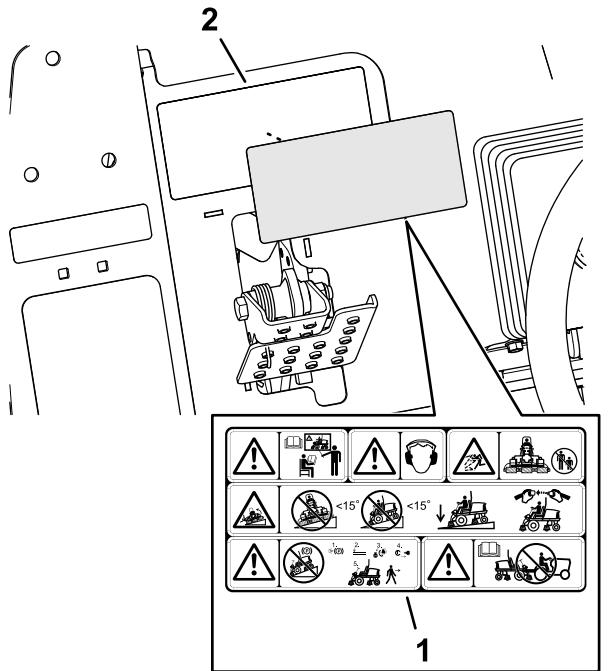

Bild 36
1. Verwenden Sie Reinigungsalkohol und einen sauberen Lappen, um die Oberfläche des Warnaufklebers 133-2930 zu reinigen, und lassen Sie den Aufkleber trocknen (Bild 36).